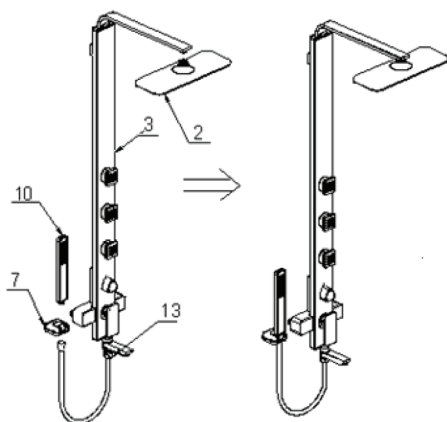

Рис.10
7. Установите держатель ручного душа (7) в удобном для вас месте аналогично установке крепления к стене
8. Прикрутите верхний душ (2) и шланг из нержавеющей стали (5) к душевой стойке (3), соедините ручной душ (10) со шлангом из нержавеющей стали (5), вставьте ручной душ в держатель (7) (рис.10).
4. Если включен режим «Ручной душ» и носик излива воды повернут как на рис.10, вода будет литься из низлива. Если вы повернете излива воды на 90° вправо, вода прекратит литься из излива и включится режим «Ручной душ».